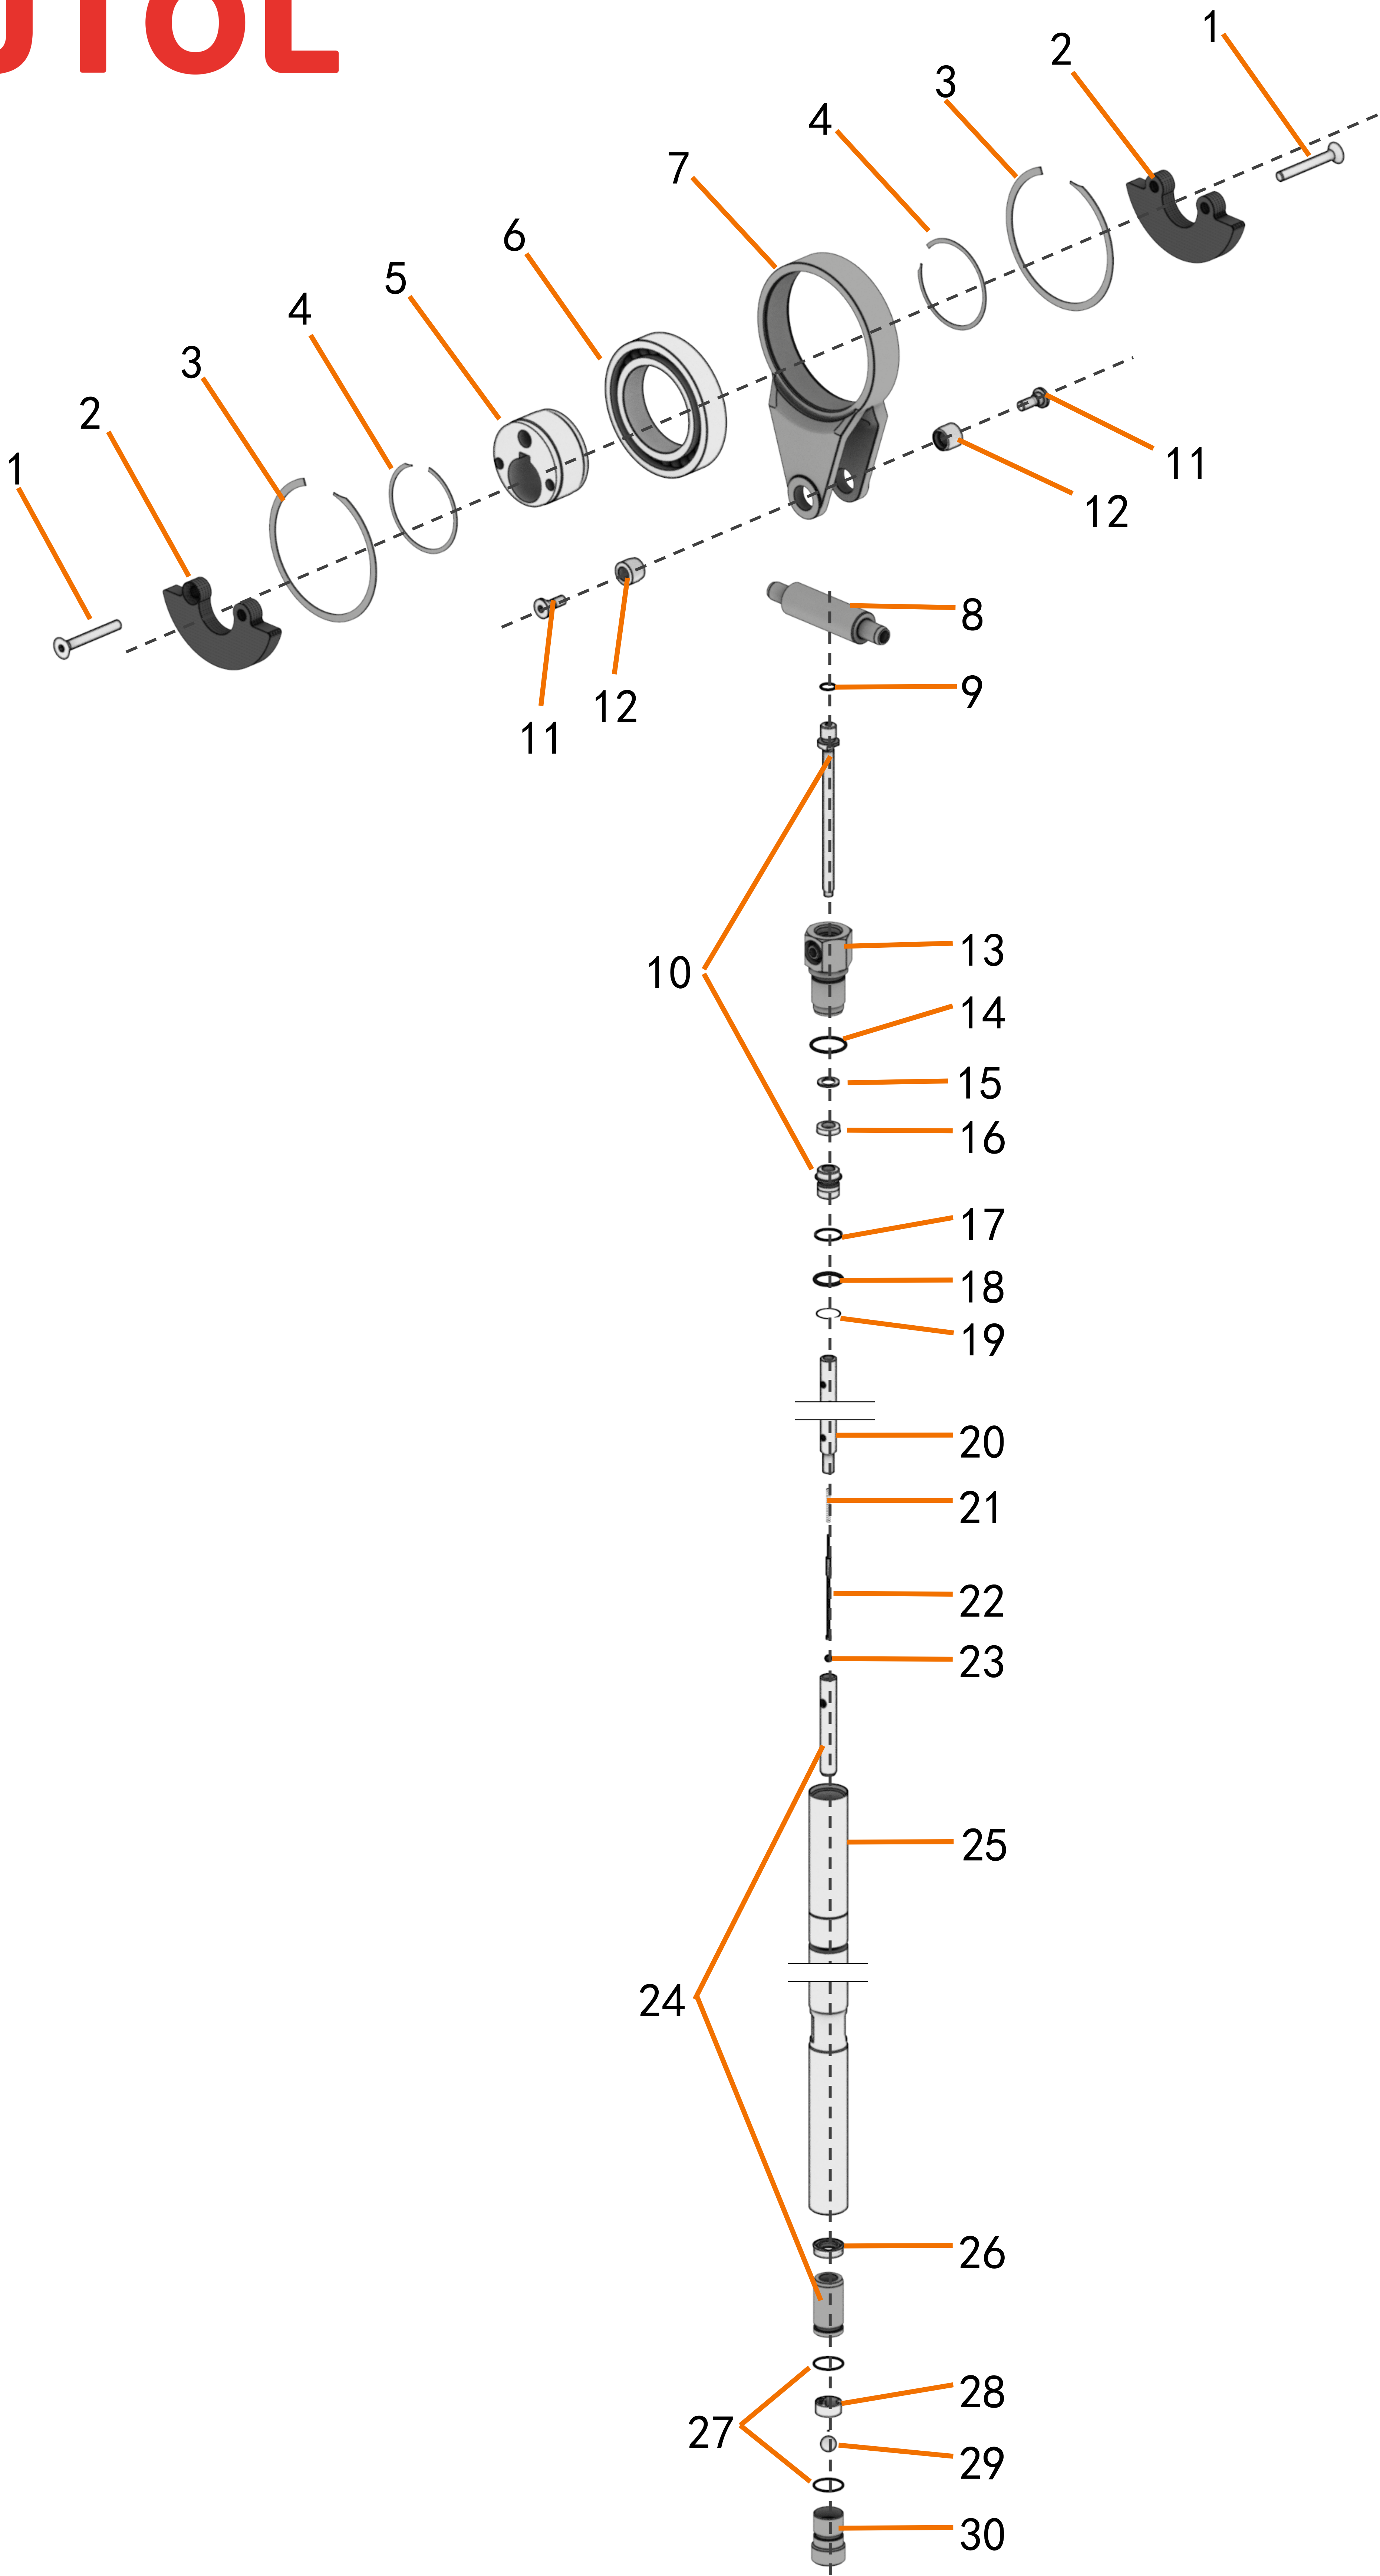

Рис.20.1
1. Снимите поворотные винты (11) с шатуна (7) (→ Рис. 20.1).
2. Выдавите втулку поршневого пальца (12).
3. Ослабьте и снимите анкер поршневого пальца (13) с возвратно-поступательной трубки (25).
4. Вытащите сальниковое уплотнение (16) из анкера поршневого пальца (13).
5. Снимите стальное опорное кольцо (17).
6. Зажмите тягу плунжера (20) в тисках.
7. Ослабьте тягу плунжера (20) и снимите ее с выходного штифта (8).
8. Снимите тягу плунжера (20).
9. Снимите стопорную скобу (19) с тяги плунжера (20).
10. Снимите уплотнительное кольцо (18) с тяги плунжера (20).
11. Снимите опорную шайбу (15) с тяги плунжера (20).
1. Ослабьте корпус седла клапана (30) шестигранным ключом на 9 мм (→ Рис. 20.1).
2. Снимите корпус седла клапана (30) с возвратно-поступательной трубки (25).
3. Снимите обойму шарика (28), шарик клапана (29) и уплотнительное кольцо (27) с корпуса седла клапана (30).
4. Снимите нижнюю втулку (24) с возвратно-поступательной трубки (25).
5. Снимите нижнее уплотнение чашки (26) с возвратно-поступательной трубки (25).
1. Ослабьте и выверните два винта с плоской головкой (1) из эксцентрика (5) (→ Рис.20.1).
2. Снимите противовесы (2).
3. Снимите наружное (3) и внутреннее (4) стопорные кольца с обеих сторон шатуна (7).
4. Установите шатун (7) на входящую в комплект поставки стальную трубу диаметром 62 мм.
5. Извлеките эксцентрик (5) кривошипа из шарикоподшипника (6).
6. Выньте шарикоподшипник (6) из шатуна кривошипа (7).